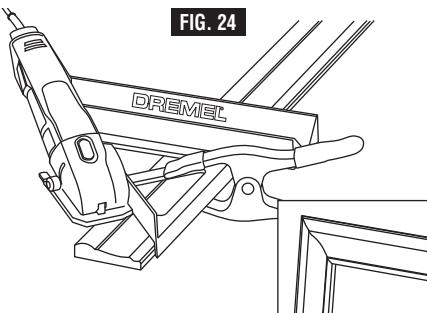

FIG. 24
- 1. Coupes d'onglets à 45°** - utilisez le bord oblique du guide de coupe comme guide, (Fig. 24).
Coupe d'onglets à 15°, 22,5° ou 30° - faites pivoter le bord de coupe jusqu'au coin désigné à l'angle désiré en utilisant le repère de l'indicateur d'angle sur le guide de coupe, et réalisez la coupe en utilisant le bord extérieur du guide de coupe comme guide, (Fig. 24).